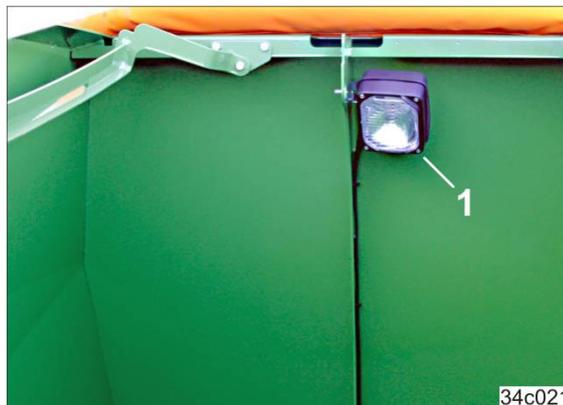

Fig. 347
2. Die Innenbeleuchtung (Fig. 347/1) des Behälters bei nächtlichen Arbeiten einschalten.